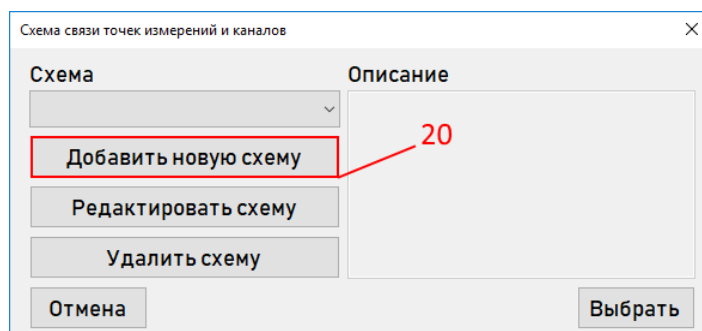

Рисунок 3.8.13
- в окне «Схема связи точек измерений и каналов» нажать кнопку «Добавить новую схему» (см. Рисунок 3.8.13, поз. 20);